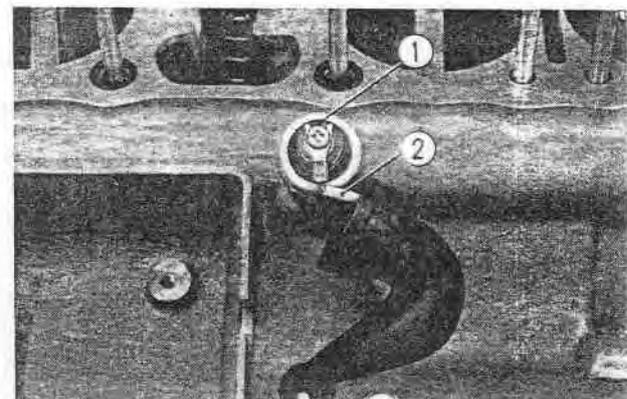

Fig. 16-25 ① Mano-contact de pression d'huile
- Enlever du carter supérieur le mano-contact. (Fig. 16-25)